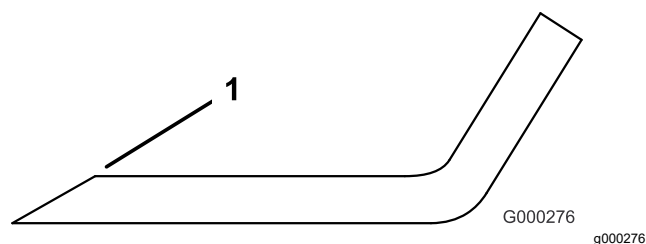

**Figura 99**
2. Examine cuidadosamente los extremos de corte de la cuchilla, sobre todo en el punto de reunión entre la parte plana y la parte curva de la cuchilla (Figura 99).
**Nota:** Puesto que la arena y cualquier material abrasivo pueden desgastar el metal que conecta las partes curva y plana de la cuchilla, compruebe la cuchilla antes de utilizar la segadora. Si se aprecia desgaste (Figura 99), cambie la cuchilla.